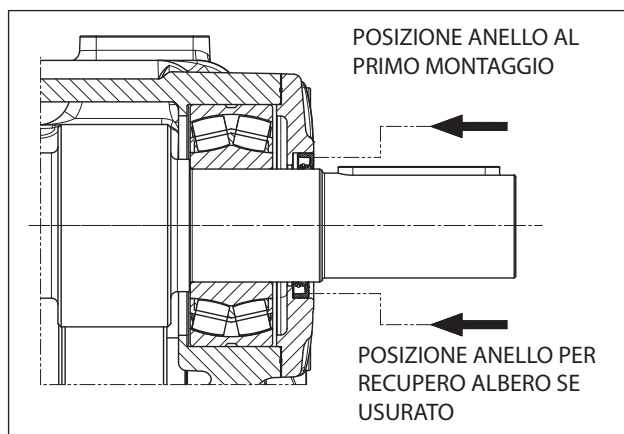

Fig. 118
Prima di procedere con il montaggio dell'anello di tenuta radiale verificare le condizioni del labbro di tenuta. Se si rende necessaria la sostituzione posizionare il nuovo anello come indicato in Fig. 118.
**Qualora l'albero PTO presentasse una usura diametrale in corrispondenza del labbro di tenuta, per evitare l'operazione di rettifica si può posizionare l'anello in seconda battuta come indicato nella Fig. 118.**